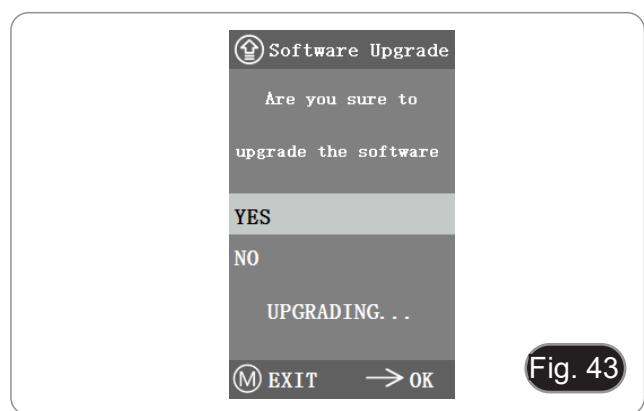

Fig. 43
1. Selezionare "Yes" per aggiornare, e apparirà il seguente messaggio: "UPGRADING..." mentre il sistema viene aggiornato. (Fig. 43)